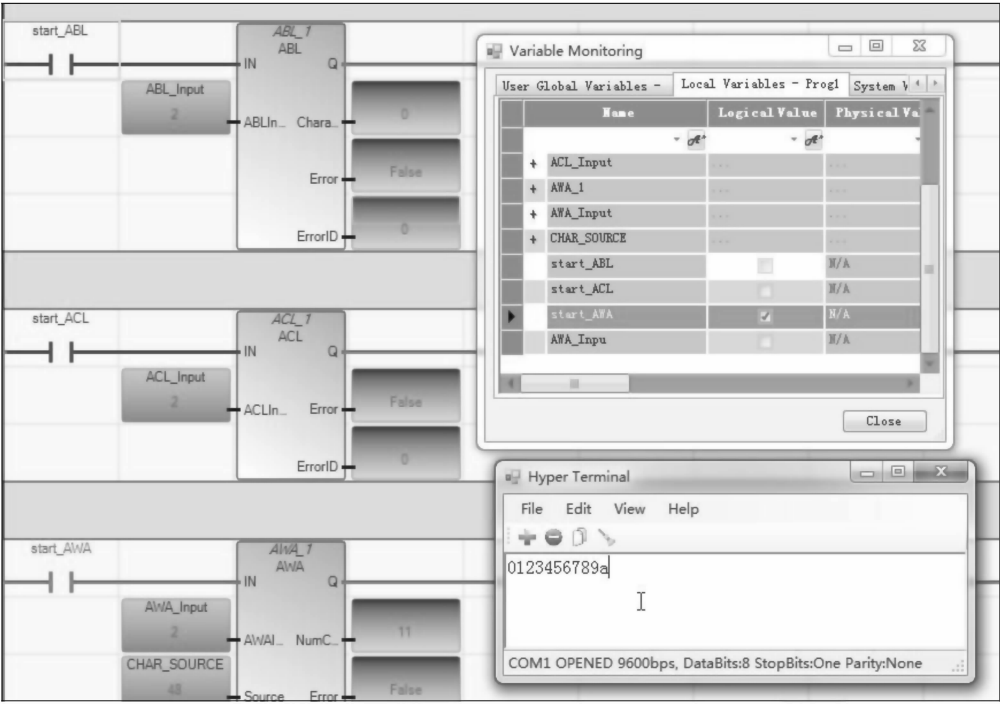

图 9-36 AWA 功能块的应用
3) 现在要使用 AWA 功能块将字符发送到超级终端，将开关 start_AWA 置 1 会发现 NumChar 显示值为 11（这是由于发送 char 0-9 并加上了一个终止字符）。梯形图和超级终端显示如图 9-36 所示。